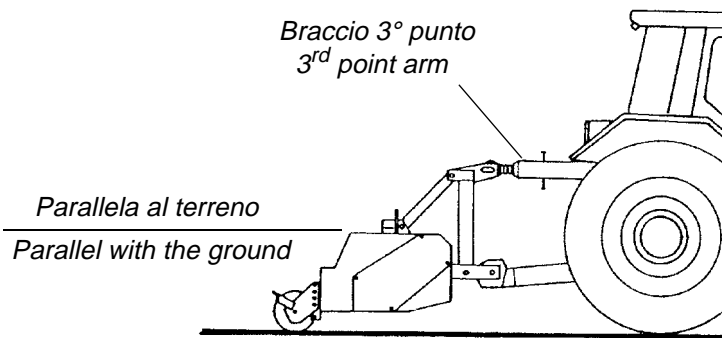

Fig. 4-11 Collegamento corretto - Correct connection
- Soddisfare la condizione di Fig. 4-11 agendo sul braccio terzo punto.
- Observe the condition shown in Fig. 4-11 working on the third point arm.